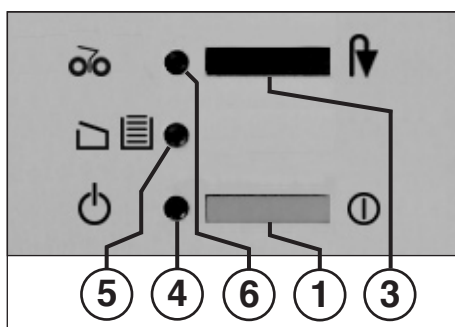

Fig. 1
## 1 = Tryckknapp (Fig. 1)
## 3 = Tryckknapp „Backa“ (Fig. 1)
## 4 = Kontrollampa „Driftsklar“ (Fig. 1)
„Behållaren full“ / „Dörren öppen“ (Fig. 1)
„Pappersstockning“ (Fig. 1)
- Slå på strömmen med tryckknappen (1) (Fig. 1). Kontrollampen (4) (Fig. 1) tänds.
När uppsamlings säcken är full stannar maskinen. Kontrollampen ”Uppsamlings säcken full” (5) (fig. 1) tänds. Töm enligt följande:
- Skjut in skjutramen med uppsamlings säcken och stäng dörren. Kontrollindikeringen (5) slocknar (Fig. 1).
Kom ihåg att koppla ifrån apparaten för natten. (Tryck på tryckknappen (1) (Fig. 1)).
- Kontrollindikeringen (6) tänds (Fig. 1).
- Tryck på knappen för bakåtkörning (3) och släpp upp den (Fig. 1).
- Kontrollindikeringen (6) sloknar (Fig. 1).
Om motorn överbelastas stängs den av. Koppla från maskinen med tryckknappen (1) (Fig. 1). Låt den svalna i 15-20 minuter, beroende på rumstemperaturen. Sedan kan den startas igen.